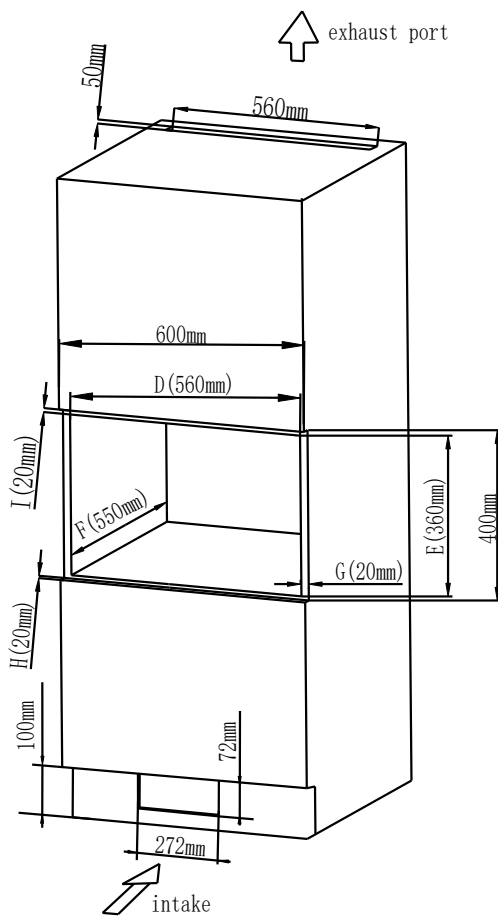

Fig.5
- a) Posição da porta de admissão e de exaustão, conforme exibido na Fig.5.
Tamanho da abertura: (D) 560 ± 2 x (E) 360 ± 2 x (F) 550 ± 2 (mm), conforme indicado na Fig.5 "D", "E", "F".